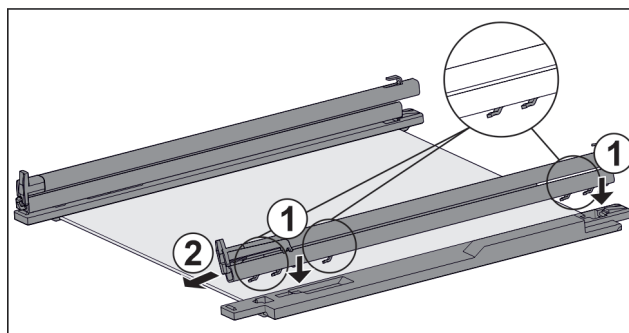

Fig. 138 Pllaka e xhamit me shinat dhe pjesët mbajtëse
- ▶ Vendosni kapëset e shinës mbi vrimat e pjesës mbajtëse **të majtë**. Fig. 138 (1)
- ▶ Tërhiqni shinën për nga përpara. Fig. 138 (2)
- ▶ Vendosni kapëset e shinës mbi vrimat e pjesës mbajtëse **të djathtë**. Fig. 138 (1)